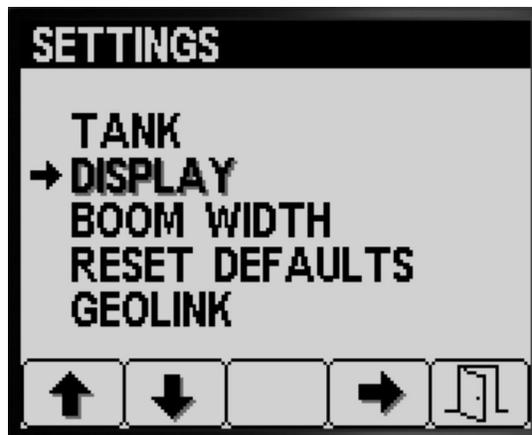

Figure 16
- Appuyez sur le bouton 1 ou 2 pour naviguer jusqu'à l'option AFFICHAGE (Figure 16).
- Appuyez sur le bouton 4 pour sélectionner le sous-menu AFFICHAGE (Figure 16).